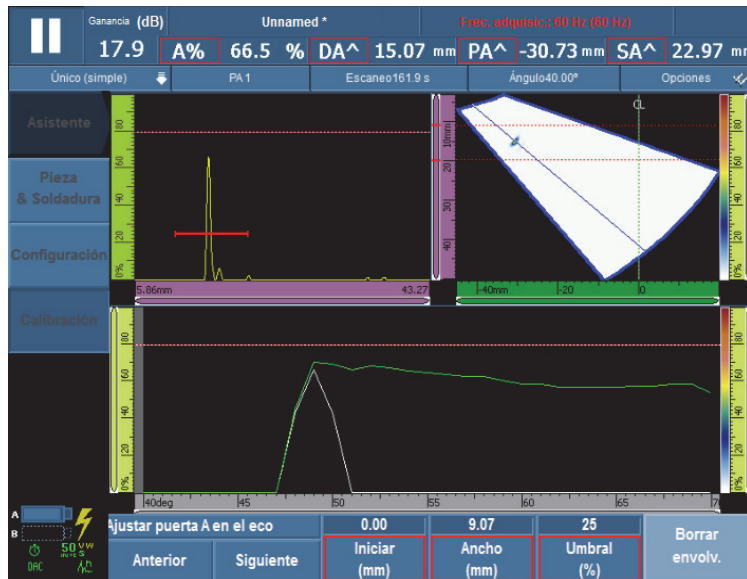

Figura 5-19 Ajuste de la Puerta A en el eco para un grupo PA
- a) En los botones **Iniciar** y **Ancho**, introduzca el inicio y el ancho de la Puerta A, de modo que la señal del primer reflector cruce por el centro de dicha puerta, y la puerta sea lo suficientemente ancha para soportar el ancho completo de la señal. Véase la representación **A-Scan** en la Figura 5-19 en la página 151.
- b) Ajuste el valor del parámetro **Umbral**, para que la señal cruce la puerta en cada apertura, tal como se visualiza en la representación **Calibración: DAC** de la Figura 5-19 en la página 151.